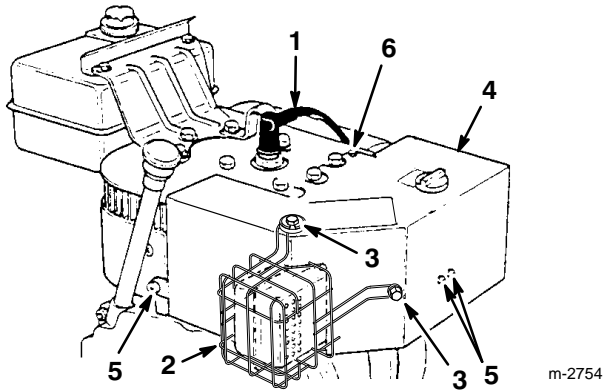

Figure 17
Avant d'utiliser la déneigeuse par une température extérieure supérieure ou égale à 4°C (40°F), déposez la boîte de chauffage (Fig. 17). Remontez la boîte de chauffage et la grille de protection de l'échappement si la température de l'air descend en dessous de 4°C (+40°F).
2. Retirez avec leurs rondelles-frein et rondelles les trois vis de fixation de la grille de protection de l'échappement au moteur (Fig. 17), et déposez la grille.
3. Retirez les deux vis Phillips et la vis à tête hexagonale qui fixent la boîte de chauffage en position (Fig. 17).